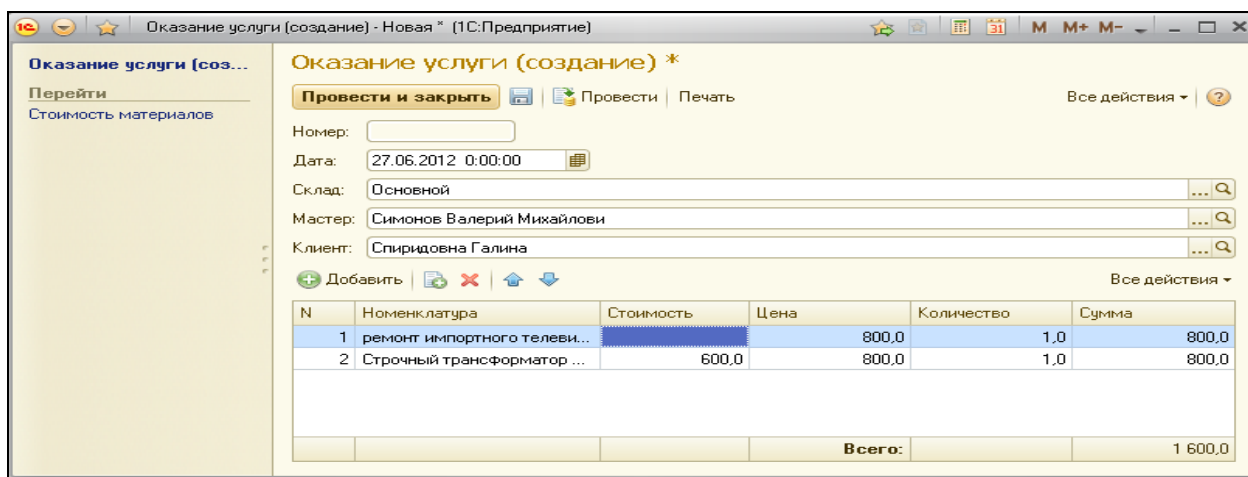

Рисунок 3.34 Документ Оказание Услуги №2
10. Создать и провести еще два документа **Оказание Услуги**. Для этого в группе Оказание услуг нажать на кнопку **Создать** (рис. 3.34). нажать на кнопку **Провести**.